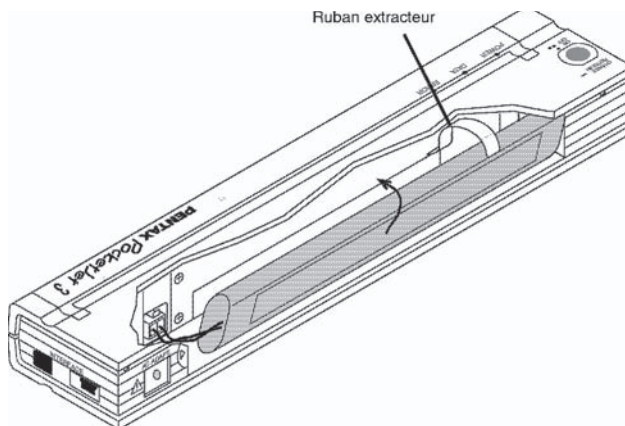

FIGURE 12. Insertion de la batterie à l'intérieur de son compartiment
4. Maintenez le ruban extracteur à l'extérieur du compartiment de la batterie. Consultez la Figure 12.